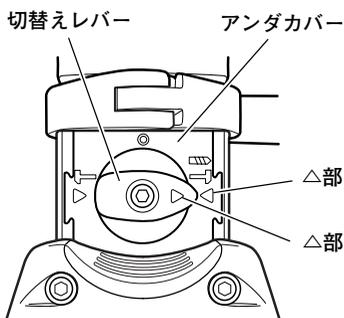

図 6
- 図6のように切替えレバーの△部とアンダカバーの△部を合わせます。